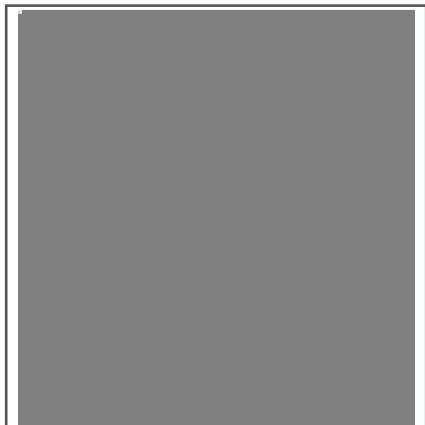

Рис. 20 Слив масла с двигателя
7. Вместе с помощником наклоните газонокосилку в сторону задней крышки деки так, чтобы емкость для слива отработанного масла находилась под маслосазливной горловиной и слейте отработанное масло через маслосазливную горловину в подготовленную для этого емкость (Рис. 20).